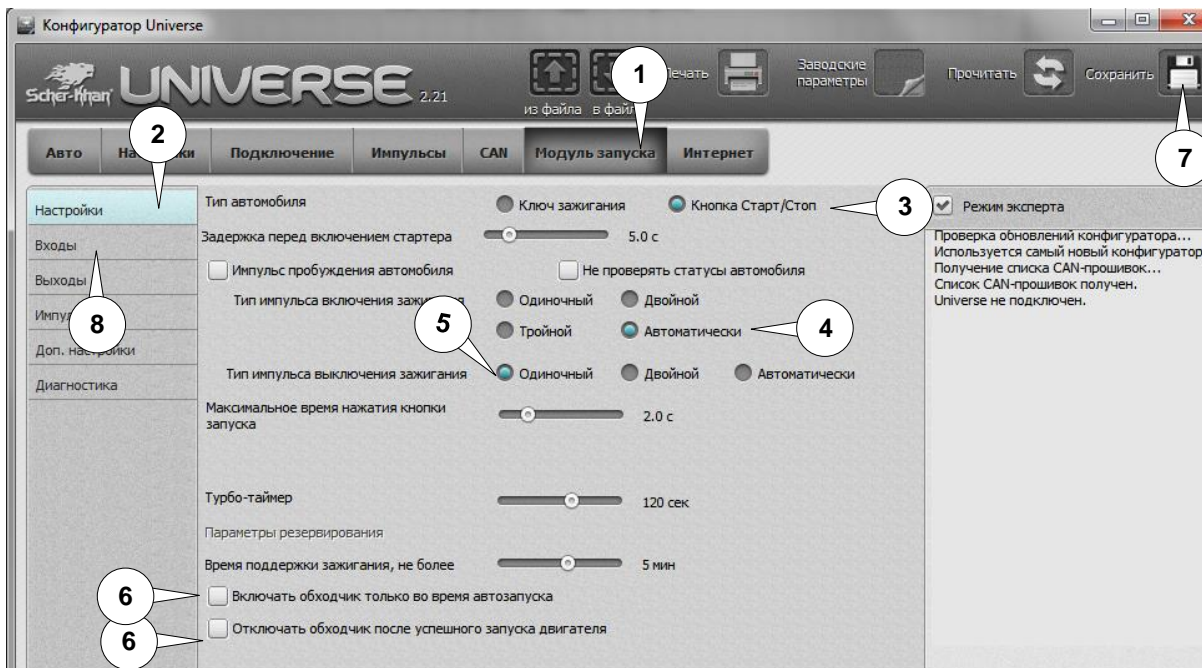

Рис. 11:
- **выставляем значения (1)** как указано на рис. 11;
- после выставления нужных значений нажимаем кнопку **«Сохранить»** (2);